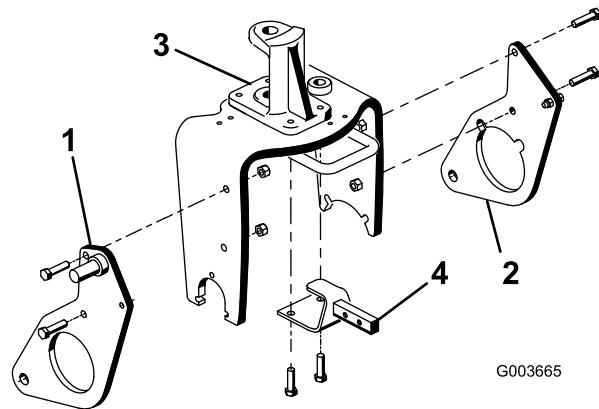

Figura 6
- Monte provisionalmente la chapa lateral derecha en el lado derecho de la horquilla con 2 pernos (1/2 x 2 pulgadas) y contratuercas, según se muestra en Figura 6. No apriete los herrajes.
- Repita este procedimiento con la chapa lateral izquierda (Figura 6).
- Retire y deseche los 2 pernos que sujetan la parte delantera del pivote de dirección a la parte superior de la horquilla de la rueda (Figura 6).
- Usando los taladros de montaje de la horquilla de la rueda y del pivote de dirección, Monte el soporte del bastidor de enganche a la parte inferior de la horquilla de la rueda con 2 pernos (1/2 x 1-3/4 pulgadas) (Figura 6). Puede ser necesario desinflar parcialmente el neumático para tener espacio suficiente.